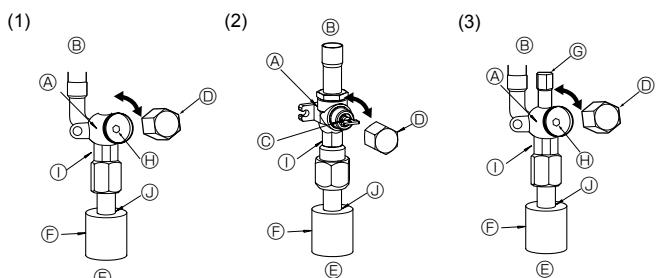
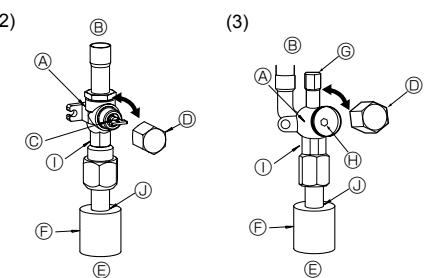
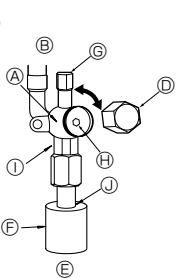

Fig. 4-5
Fig. 4-6
Fig. 4-7
(1) Lado del gas de SW75 (Fig. 4-5)
- ① Abra la tapa y gire la varilla de válvula hacia la izquierda hasta su tope, utilizando una llave hexagonal de 5 mm. Deje de girar cuando llega al tope. (ø15,88: Aproximadamente 13 revoluciones)
② Cerciórese de que la válvula de parada esté completamente abierta y enrosque la tapa en su posición original.
(2) Lado del gas de SW100, 120 (Fig. 4-6)
- ① Quite la tapa, tire de la manivela hacia usted y gire 1/4 de vuelta hacia la izquierda para abrir.
② Cerciórese de que la válvula de parada esté completamente abierta, empuje la manivela y enrosque la tapa en su posición original.
(3) Lado de líquido de SW75-120 y lado del gas/líquido de SW40-75 (Fig. 4-7)
- ① Abra la tapa y gire la varilla de válvula hacia la izquierda hasta su tope, utilizando una llave hexagonal de 4 mm. Deje de girar cuando llega al tope. (ø9,52: Aproximadamente 10 revoluciones)